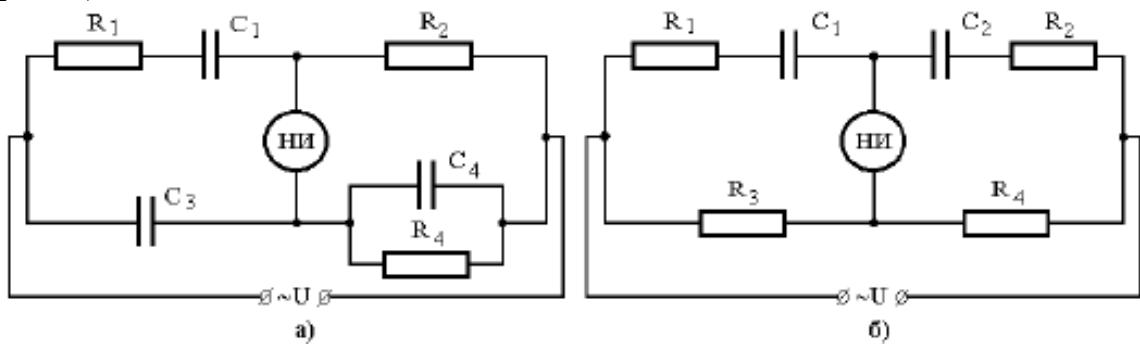

Рис.4. Мостовые схемы для измерения емкостей конденсаторов с потерями
**Задача 4.** Мостовые схемы, предназначенные для измерения емкостей C1 конденсаторов с потерями (потери учитываются сопротивлениями R1) уравновешены. Записать условие равновесия и определить параметры R1, C1 и  $\tg \delta_1$ , где  $\delta_1$  – угол диэлектрических потерь конденсаторов C1. Расчеты выполнить при условии, что конденсаторы C2, C3 и C4 не имеют потерь, мостовая схема питается переменным напряжением с частотой f = 50 Гц (рис.4а) и f=0,5кГц (рис.4б).